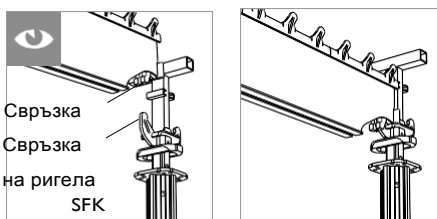

Fig. A9.09
- Надлъжният трегер SLT монтиран ли е централно на главите? Свързката на трегера добре ли се е захванала за главата? (Fig. A9.09)